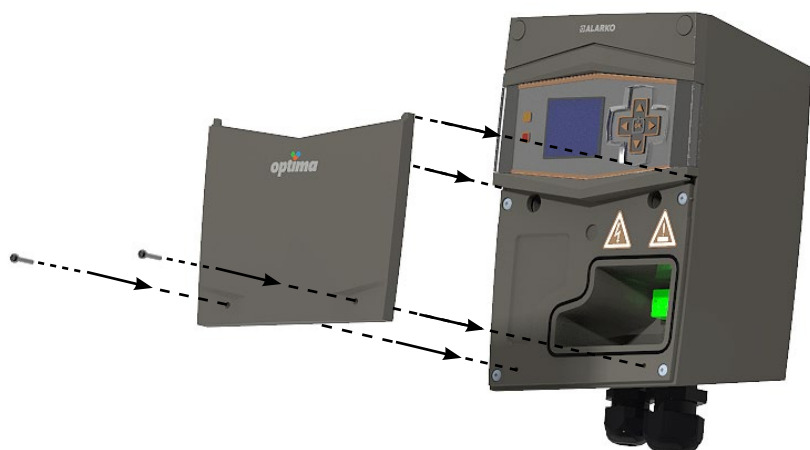

Figura 6.11: Reinstalando a Tampa Inferior
8. Reinstale a tampa. Ver Figura 6.11.